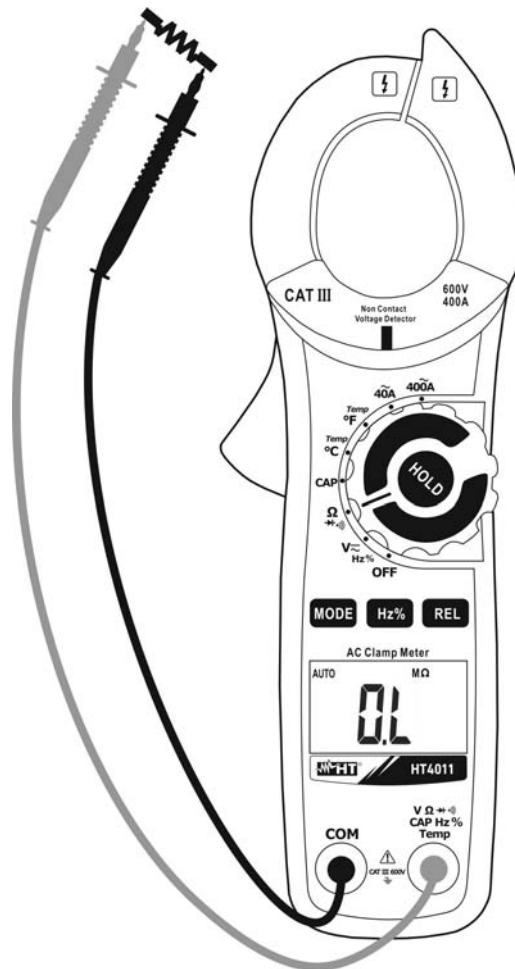

Fig. 2: Uso de la pinza para medida de Resistencia
3. Posicione las puntas de prueba en los puntos deseados del circuito en examen (Fig. 2). El valor de la resistencia se mostrará en pantalla